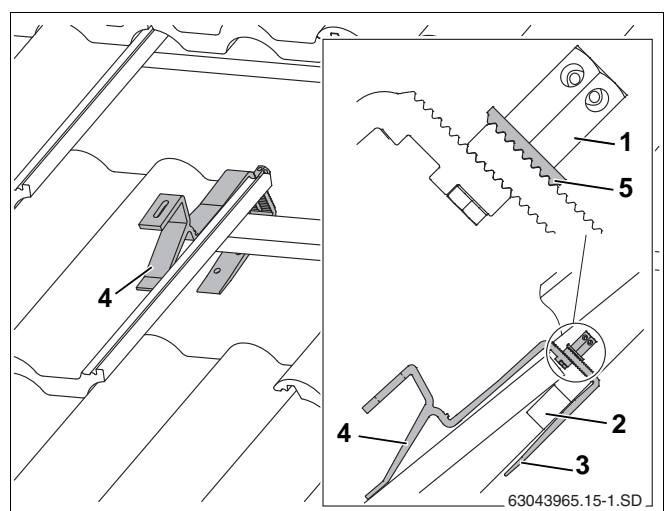

Fig. 13 Indhægtet tagkrog (for bedre visning er nogle af tagstenene ikke vist)
- ▶ Sæt tagkrogen på, så støtten foran befinder sig i en bølgedal (fig. 13, **pos. 4**).
- ▶ Skub tagkrogens underdel (fig. 13, **pos. 3**) op, så den sidder tæt på taglægten (fig. 13, **pos. 2**).
- ▶ Stram den lange sekskantsmøtrik (fig. 13, **pos. 1**). Sæt hertil nøgle SW5 ind i sekskantsmøtrikkens hul, og drej den.
Den fortandede underlagsskive (fig. 13, **pos. 5**) skal gribe ind i fortandingen på tagkrogens underdel.